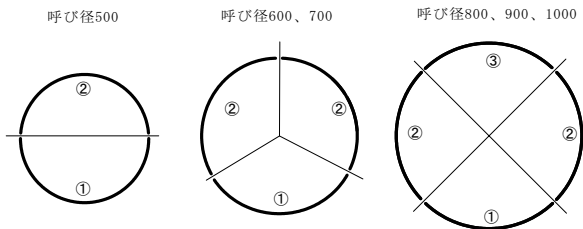
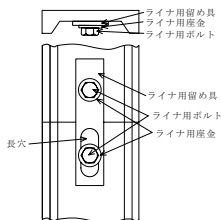

図 34 ライナの組み立て方法
図 35 ライナ用留め具、ライナ用ボルト、ライナ用座金
- ① ライナを直管受口奥部にセットする。
- ② ライナは図 34 に示す組み立て順番（①→②→③）で、ライナ用留め具、ライナ用ボルト、ライナ用座金を用いて連結する（図 35 参照）。